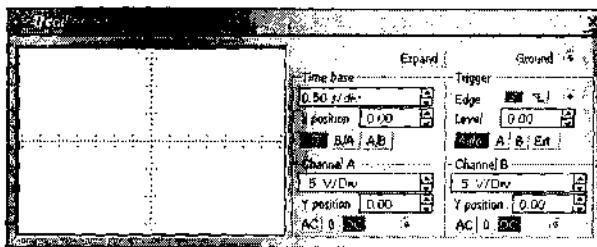

Рисунок 6- Лицьова панель осцилографа
Лицьова панель осцилографа показана на Рис.6. Осцилограф має два канали (CHANNEL) А та В з роздільним регулюванням чутливості в діапазоні від 10 мкв/ділен (mV/Div) до 5 кв/ділен (kV/Div) і регулюванням зсуву по вертикальні (Y). Вибір режиму на вході здійснюється натисканням кнопок. Режим АС призначений для спостереження тільки сигналів перемінного струму (його ще